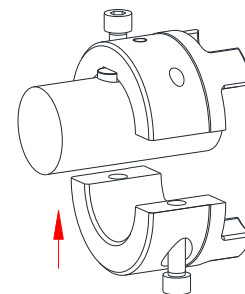

Fig. 16: Montering af SPLIT-nav på akslen
- Positionér den nederste halvskål til det første SPLIT-nav under det første halvskål på akslen (se fig. 16). Skru cylinderskruerne et par skruegange ind.